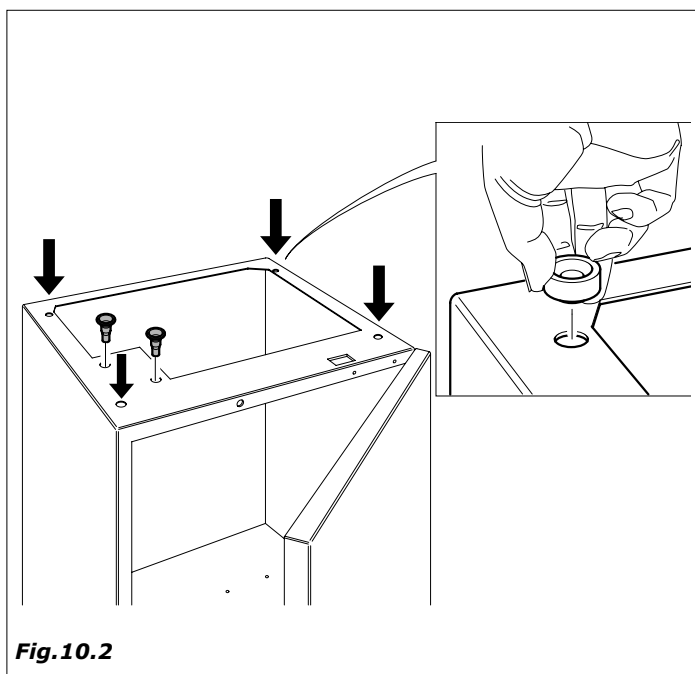

Fig.10.2
- introducir en el mueble base los 4 casquillos de centrado (Fig. 10.2)